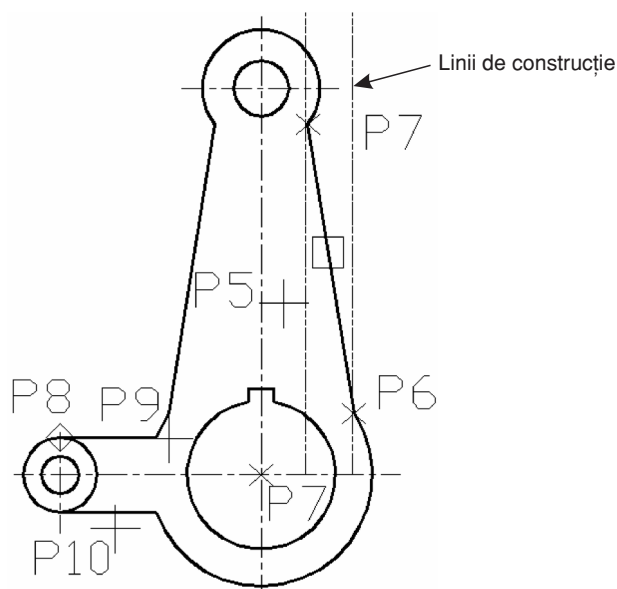

Fig. 6.13 Exercițiul 6.4 – pasul 3
- Pasul 3. În continuare, se trasează conturul nervurii, ca în Fig. 6.13.